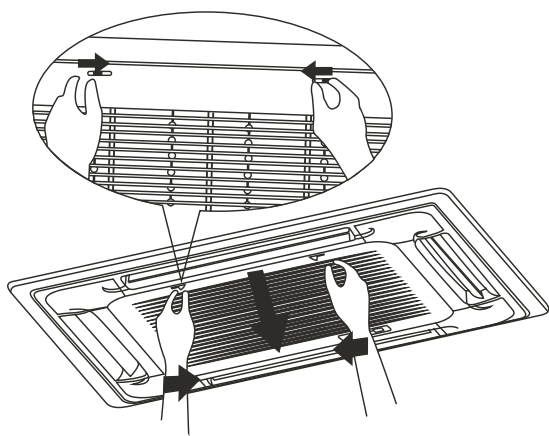
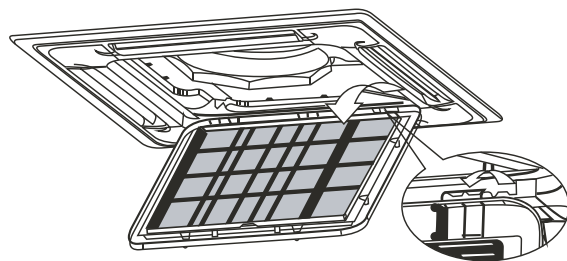

Рис. 5-1
Рис. 5-2
- Для четырехпоточного блока кассетного типа Одновременно сдвиньте защелки решетки к центру, как показано на рис. 5-1. Опустите решетку и снимите ее вместе с фильтром, как показано на рис. 5-2. Опустите решетку на угол 45° и снимите ее.